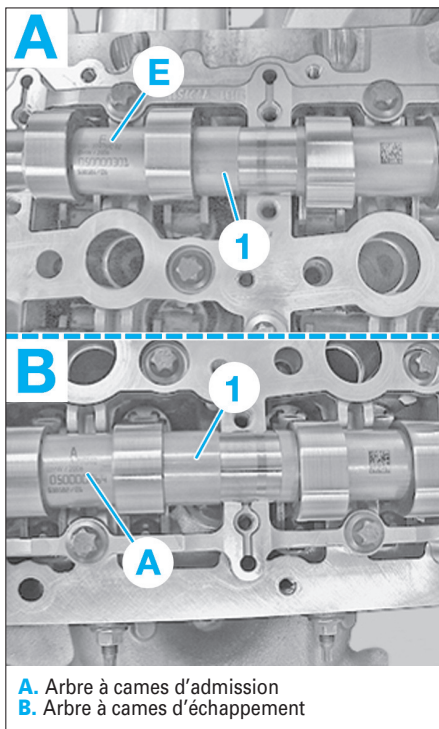

Fig. 90
- Insérer l'arbre à cames d'admission (4) ou d'échappement repéré par (E) ou (A) (Fig.90).